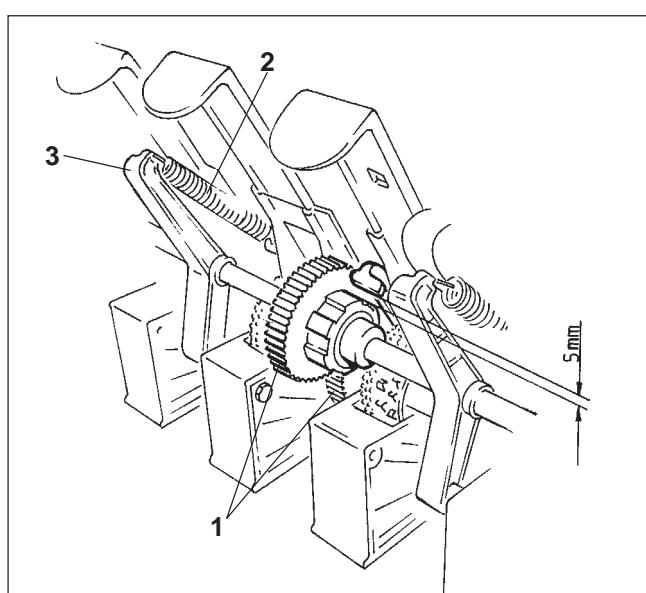

Рис. 7.28
- Навесить пружины (Рис. 7.28/2) на поворотных кронштейнах (Рис. 7.28/3).